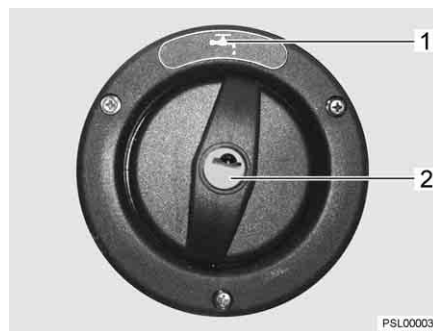

Bild 225 Verschlussdeckel für Trinkwasser-Einfüllstutzen
Der Trinkwasser-Einfüllstutzen ist mit dem Symbol "☞" (Bild 225,1) gekennzeichnet. Der Verschlussdeckel wird mit dem Schlüssel für die Außenklappenschlösser geöffnet und verschlossen.
- Schlüssel in Schließzylinder (Bild 225,2) stecken und eine viertel Umdrehung entgegen dem Uhrzeigersinn drehen.